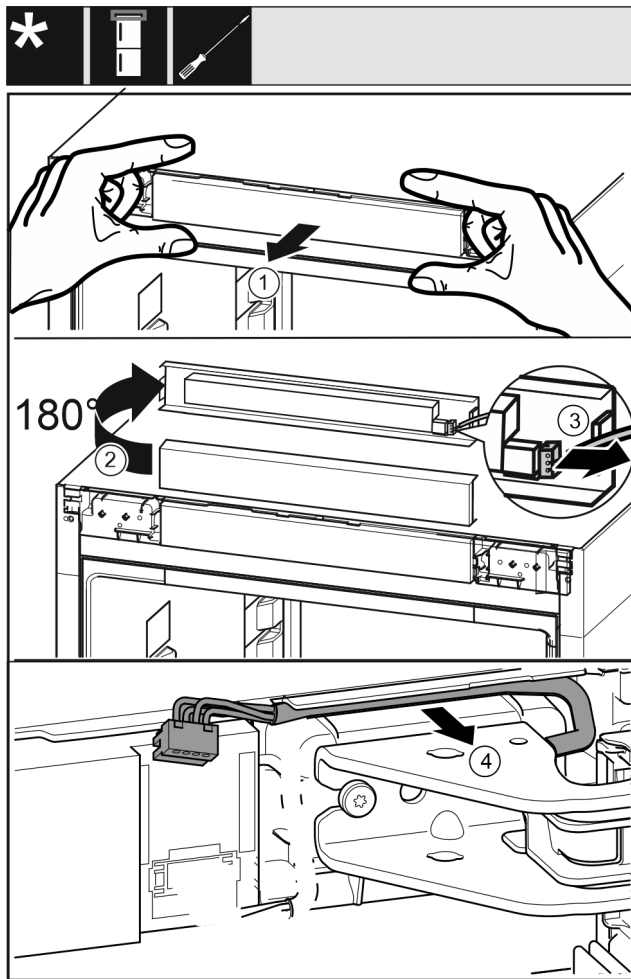

Fig. 18
- ▶ Desfaceți spre înainte cu precauție masca de operare Fig. 18 (1).
- ▶ Rotiți masca de operare Fig. 18 (2) în sus cu 180°.
- ▶ Apăsăți ciocul de fixare Fig. 18 (3) spre înapoi și extrageți cu precauție fișa.
- ▶ Desfaceți cu precauție cablul Fig. 18 (4) deasupra suportului de lagăr din ghidaj.